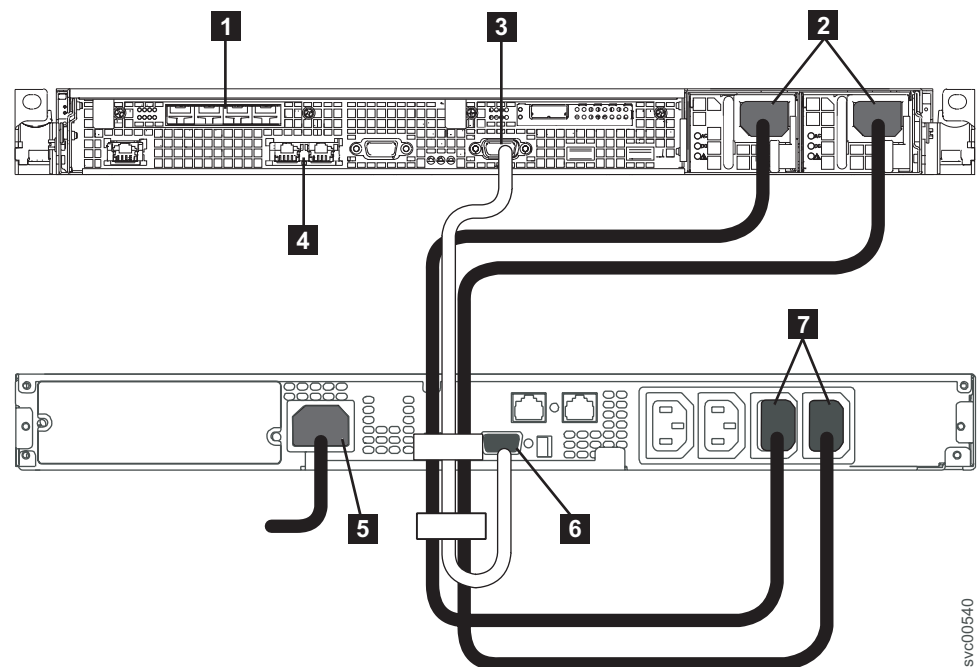

Figura 32. Conectando o Cabo de Energia do SAN Volume Controller ao 2145 UPS-1U
1. Na traseira do nó SAN Volume Controller 2145-CG8, plugue os cabos de energia do conjunto de cabo serial e energia combinados no conector de energia **2**, conforme mostrado na Figura 32.